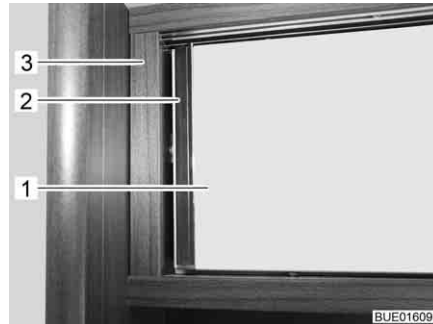

Fig. 70 Trampa de mueble con desbloqueo por presión
- Presionar la trampa de mueble (Fig. 70,1) en el tirador (Fig. 70,2) contra el cuerpo del armario (Fig. 70,3). La trampa de mueble está desbloqueada.